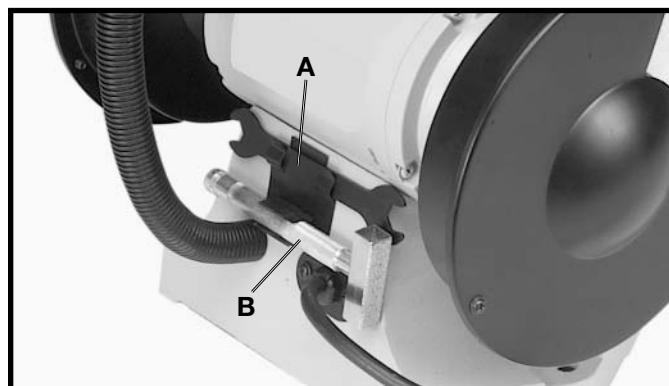

Fig. 13
La llave de tuerca de boca (A) y la llave de reacondicionamiento de la rueda (B) pueden almacenarse en el portallaves ubicado en la parte trasera de la amoladora, de la manera que se muestra en la Fig. 13.